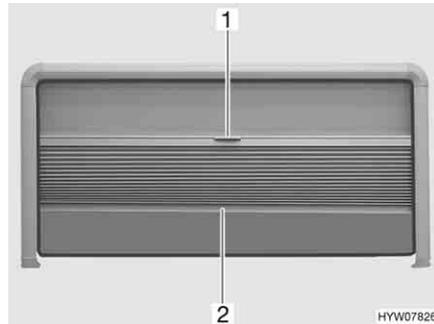

Fig. 31 Finestra apribile
- Afferrare la tendina oscurante pieghevole al centro dell'asta di chiusura (Fig. 31,2) e tirare delicatamente verso il basso.
- Tenere la parte centrale dell'asta di chiusura (Fig. 31,2) della tendina oscurante pieghevole e spingere quest'ultima verso l'alto con cautela.
- Tirare la zanzariera a rullo verso il basso utilizzando la maniglia (Fig. 31,1).
- Spingere la zanzariera a rullo completamente verso l'alto utilizzando la maniglia (Fig. 31,1).